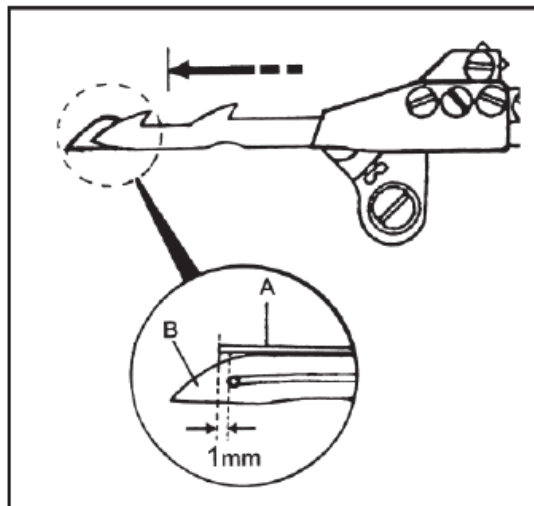
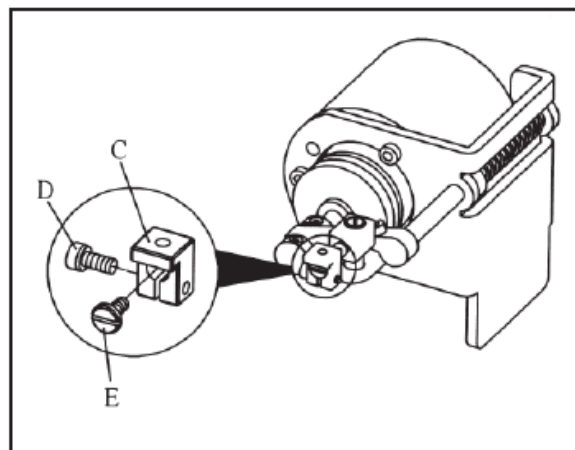

Рис. 44
Рис. 45
Когда движущийся нож перемещается в левую мертвую точку, конец подвижного ножа проходит на 1 мм за отверстием в петлителе (см. Рис. 44). Если вы хотите отрегулировать положение подвижного ножа, ослабьте винт (D) соединительного блока (C), поверните винт (E) отверткой для тонкой регулировки положения подвижного ножа., затем зафиксируйте винт (D) (см. Рис. 45)